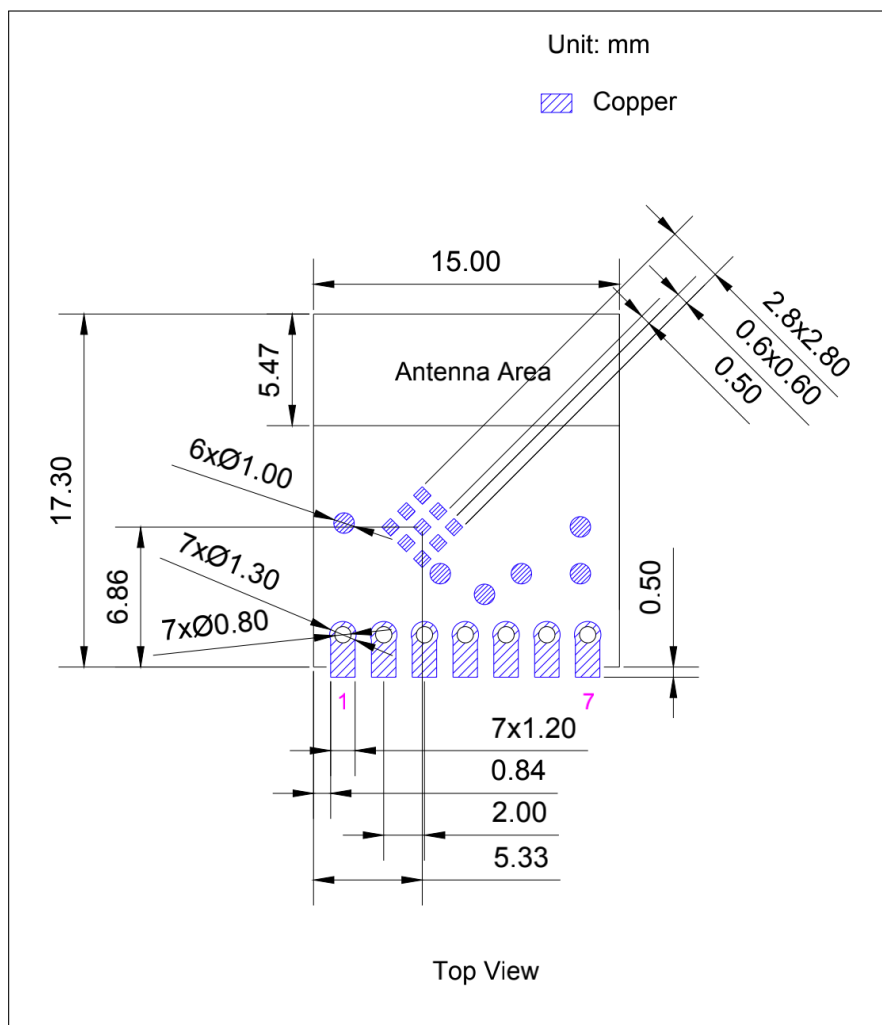

图 7: 推荐 PCB 封装图形
- 推荐 PCB 封装图，标有 PCB 设计所需的全部尺寸。详见图 7 推荐 PCB 封装图形。
- 推荐 PCB 封装图的源文件，用于测量图 7 中未标注的尺寸。您可用 Autodesk Viewer 查看 ESP8684-WROOM-05 的封装图源文件。